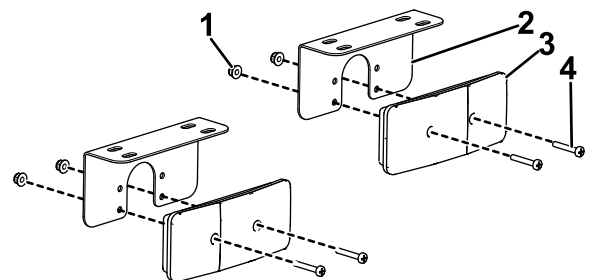

Figura 5
1. Instale las luces de los frenos en los soportes de las luces de frenos con 2 tornillos Phillips (n.º 10 x 1¼") y 2 contratuercas (n.º 10) en cada uno. Consulte Figura 5 para conocer la orientación correcta.